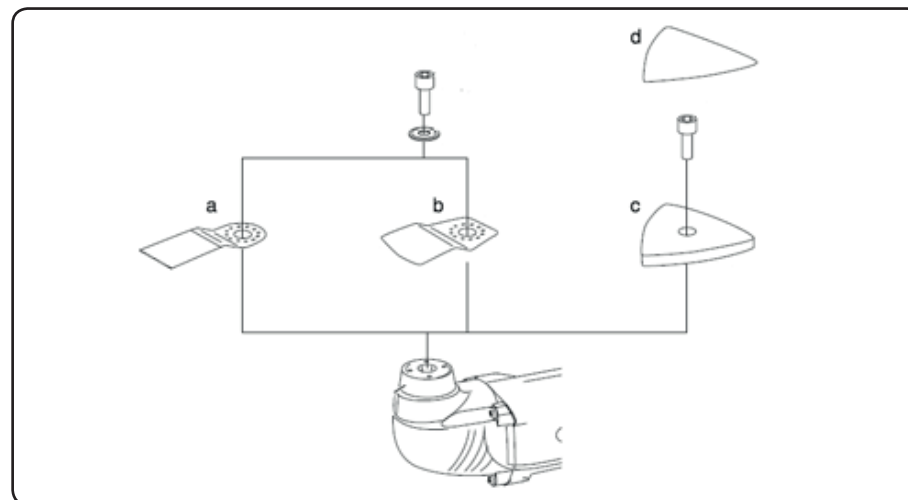

Abb.8
- Das Werkzeug wird nach dem Aufsetzen mit einer Spannunterlage und Befestigungsschraube mit Hilfe eines Sechskantschlüssels befestigt. Zur Sicherung der Delta-Schleifplatte wird nur die Befestigungsschraube ohne Spannunterlage benutzt, siehe Abb. 8.